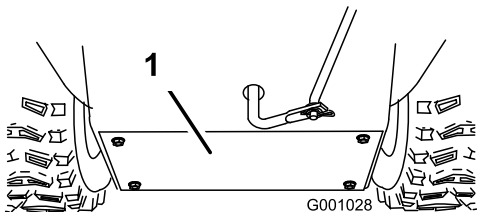

Figura 35
3. Retire la cubierta trasera (Figura 35).